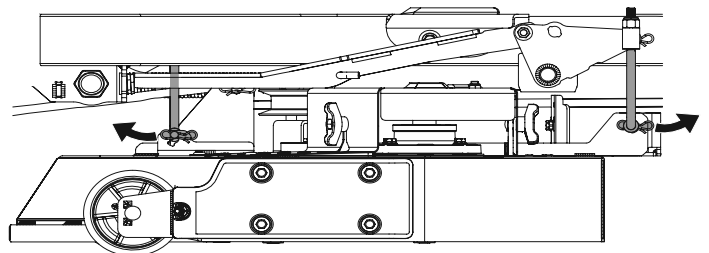

Figura 51
- Extraiga el pasador de chaveta del extremo de la horquilla inferior de cada varilla de ajuste de altura de la plataforma. Hay uno al frente y uno atrás de cada lado de la plataforma. Consulte la Figura 51. (Se muestra lado izquierdo).